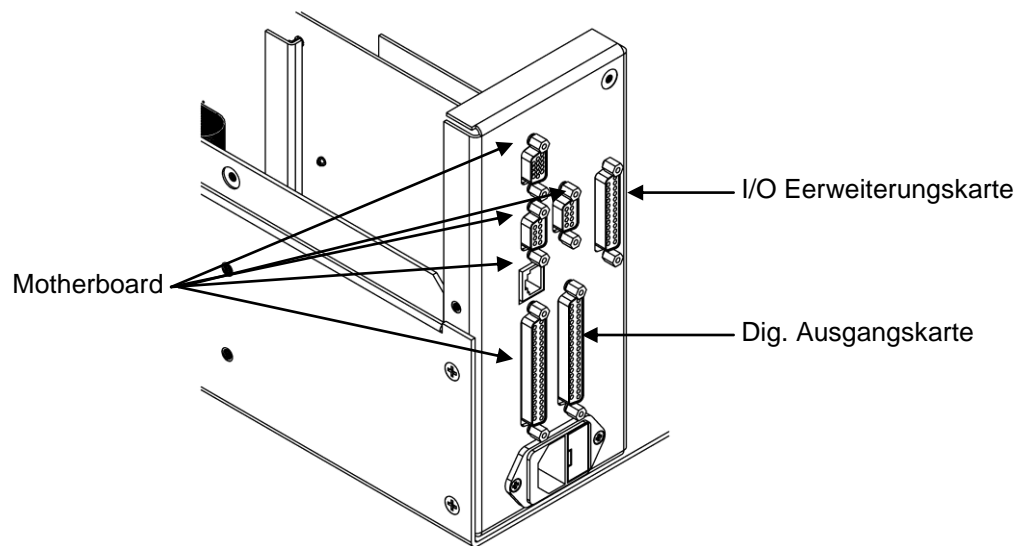

Abb. 7-14. Anschlüsse auf der Geräterückseite
3. Anschließend die beiden Halterungen, mit denen der Stecker der I/O-Erweiterungskarte auf der Geräterückseite befestigt ist, entfernen (Abb. 7-14).
4. Mit Hilfe des Steckschlüssels die beiden Halterungen, mit denen die Karte auf der Rückseite befestigt ist, entfernen (Abb. 7-14).